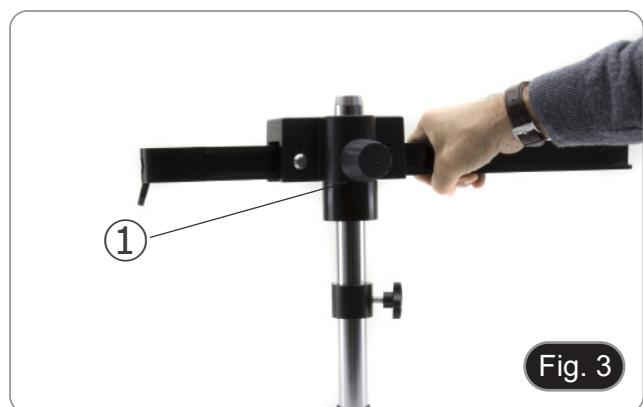

Fig. 3
3. Inserir o braço horizontal e fixá-lo com o parafuso de fixação ③. (Fig. 3)